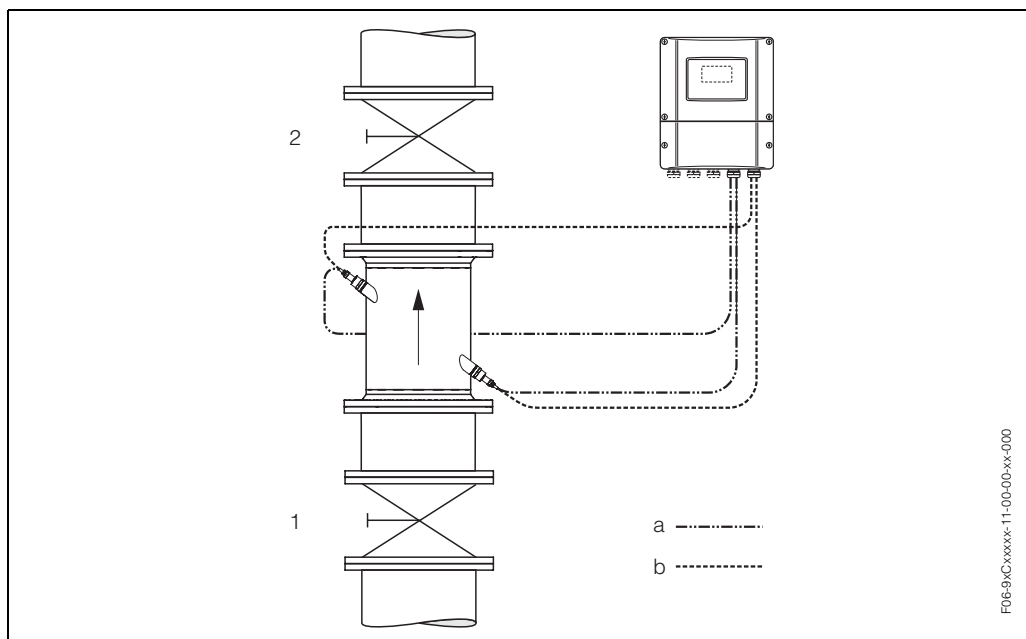

fig. 32: Etalonnage du zéro et vannes de fermeture
- L'étalonnage est réalisé sur des tubes de mesure entièrement remplis et avec un débit nul ($v = 0$ m/s). Pour ce faire on peut prévoir des vannes de fermeture en amont ou en aval de la section de mesure ou utiliser des vannes ou clapets existants (fig. 32).